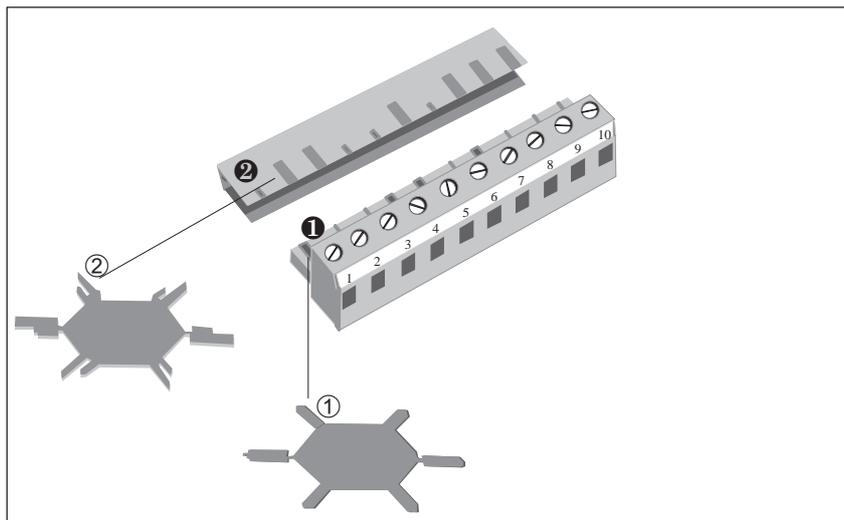

Figura 2-17 Codifica dei connettori contro le inversioni di polarità
Con i profili di codifica ① e gli elementi di codifica ② (vedi figura 2-17) è possibile proteggere i connettori dalle inversioni di polarità.